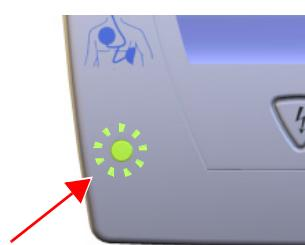

Fig. 2.2 Voyant de contrôle vert clignotant
- (1) Le voyant de contrôle vert clignote si aucun problème n'a été détecté pendant le dernier autotest (voir Fig. 2.2 **Voyant de contrôle vert clignotant**).
- (2) Le voyant de contrôle jaune s'allume lorsque l'appareil n'a pas détecté de résistance acceptable entre les électrodes (c'est-à-dire lorsque les électrodes ne sont pas appliquées et/ou que le câble des électrodes n'est pas branché).
- (3) Connexion pour les électrodes adhésives.
- (4) Écran.
- (5) Le bouton vert a les fonctions suivantes:
- (6) Pile.
- (7) Haut-parleur.
- (8) Logement de la carte mémoire. L'interface Ethernet **(8a)** est utilisée pour connecter l'adaptateur Ethernet (version Ethernet) et pour connecter l'appareil au support mural **(8b)** (version Online).